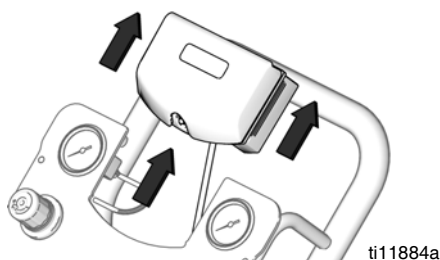

FIG. 11. Remover o DataTrak
3. Remova o módulo DataTrak do suporte. Consulte FIG. 11. Segure no módulo e ligue o cabo a um local não perigoso.